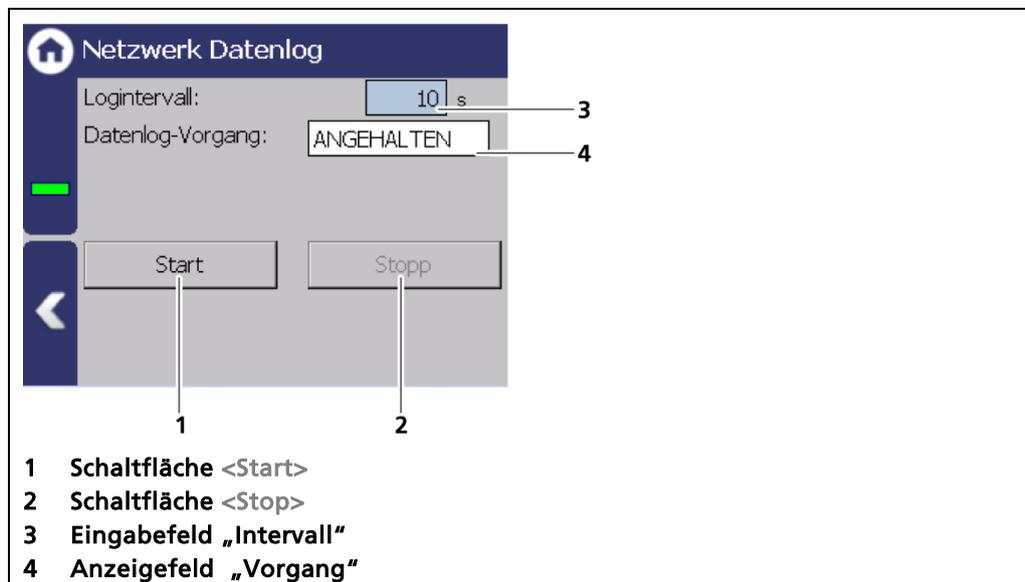

Abb. 144 Netzwerk Datenlog (gestoppt)
1. Klicken Sie auf das Eingabefeld „Logintervall“ (Abb. 144, Pos.3) und geben Sie einen Intervall ein.
2. Starten Sie den Netzwerk Datenlog (Abb. 144, Pos.1).